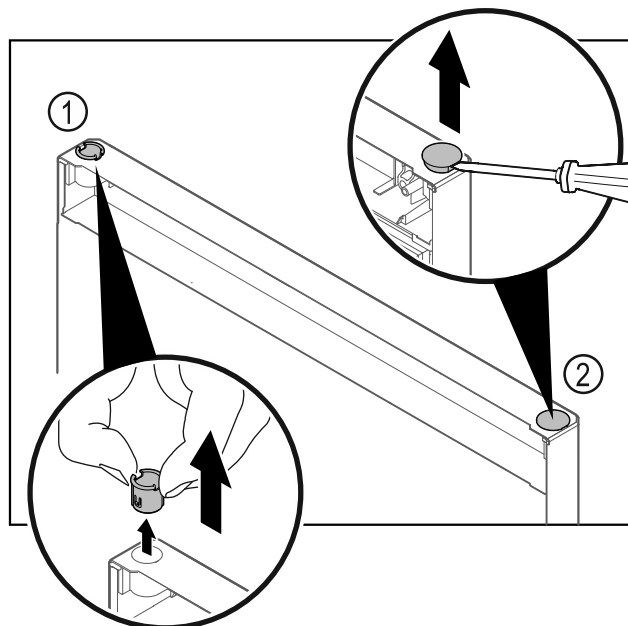

Fig. 21
- ▶ Húzza ki az ujjával a csuklópánt-perselyt Fig. 21 (1).
- ▶ A fedődugót Fig. 21 (2) egy lapos csavarhúzóval óvatosan emelje meg és húzza ki.